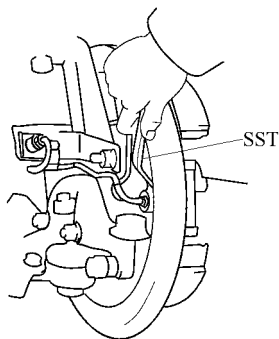

图 14-57 从车轮制动分泵脱开制动器管子
(4) 脱开制动器管子（鼓式制动器）。使用制动器管接头螺母 $10 \times 12\text{mm}$ 扳手，从车轮制动分泵脱开制动器管子，如图 14-57 所示。